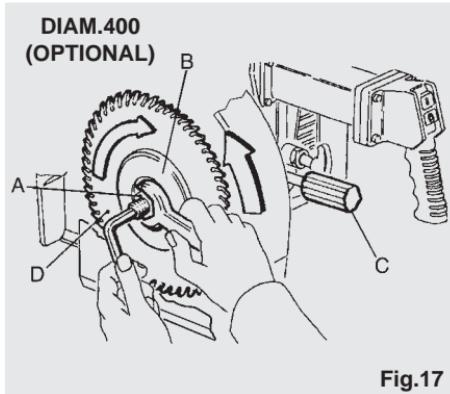

Fig.17
For at åbne afskærmingen skal man frigøre låsen med håndtaget (C), klappe den nederste del af afskærmingen helt ned og låse den der. Når afskærmingen er åben, har man fri adgang til savklingens flange (B). Møtrikken (A) har venstregevind, og når man løsner den, skal man holde motorakslen fast med en unbrakonøgle og dreje møtrikken med uret med en gaffelnøgle som vist i fig. 17. Under dette arbejde skal man passe på ikke at skære sig på savklingen - det anbefales at bruge handsker. Herefter kan den udvendige flange (B) trækkes af, og der er fri adgang til savklingen (D). Denne trækkes af motorakslen mens
Vær alltid opmærksom på hvordan tænderne vender på savklingen, og tjek at det svarer til fig. 17 herunder. Savklingen skal have en centralboring på Ø 30 mm (1") og en udvendig diameter på ca. Ø 400 mm (14") eller Ø 450 mm (16"), alt efter den monterede afskærming og motoraksel.